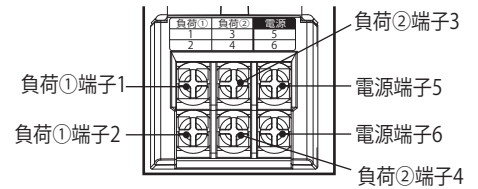

図7 端子部番号配置図
2. 電源線を電源端子(5, 6)に接続し、ファンの電源リード線を負荷①端子(1, 2)もしくは負荷②端子(3, 4)に結線し、端子部カバーをはめてください。(図7)